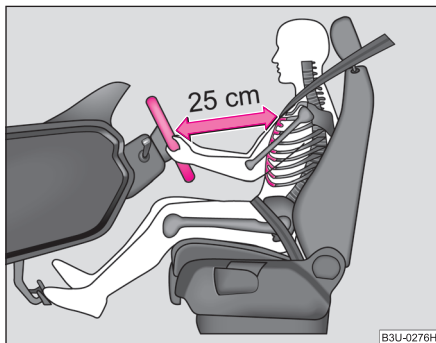

Fig. 116 La distancia correcta entre el conductor y el volante
- Ajuste el volante de tal modo, que la distancia entre el volante y el esternón sea, como mínimo, de 25 cm ⇒ fig. 116.
- El conductor se ha de mantener a una distancia mínima de 25 cm del volante ⇒ página 151, fig. 116. Si no respeta la distancia mínima, el sistema de airbag no podrá protegerle - ¡Peligro de muerte!